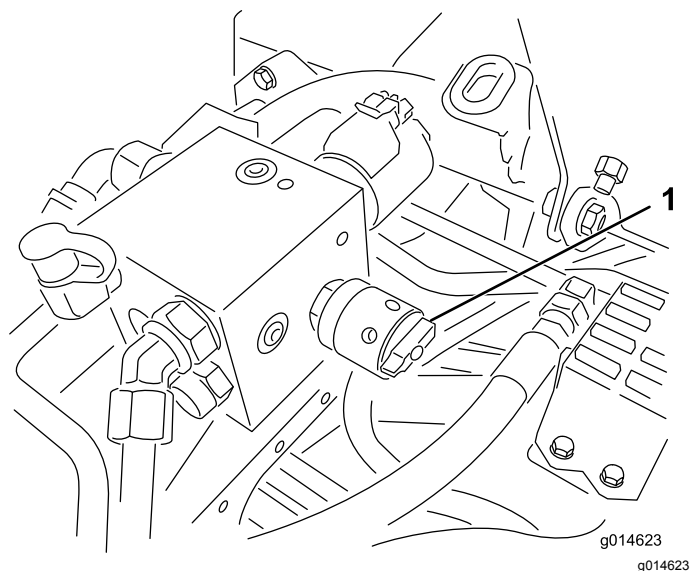

Bild 53
4. Drehen Sie zum Einstellen der Spindeldrehzahl das Handrad (Bild 53), bis die Anzeigepfeile auf die Nummer zeigen, die der gewünschten Einstellung entspricht, die Sie in Schritt 3 ermittelt haben.
6. Drehen Sie den Spindeldrehzahlregler auf die Einstellung 1 (Bild 53).